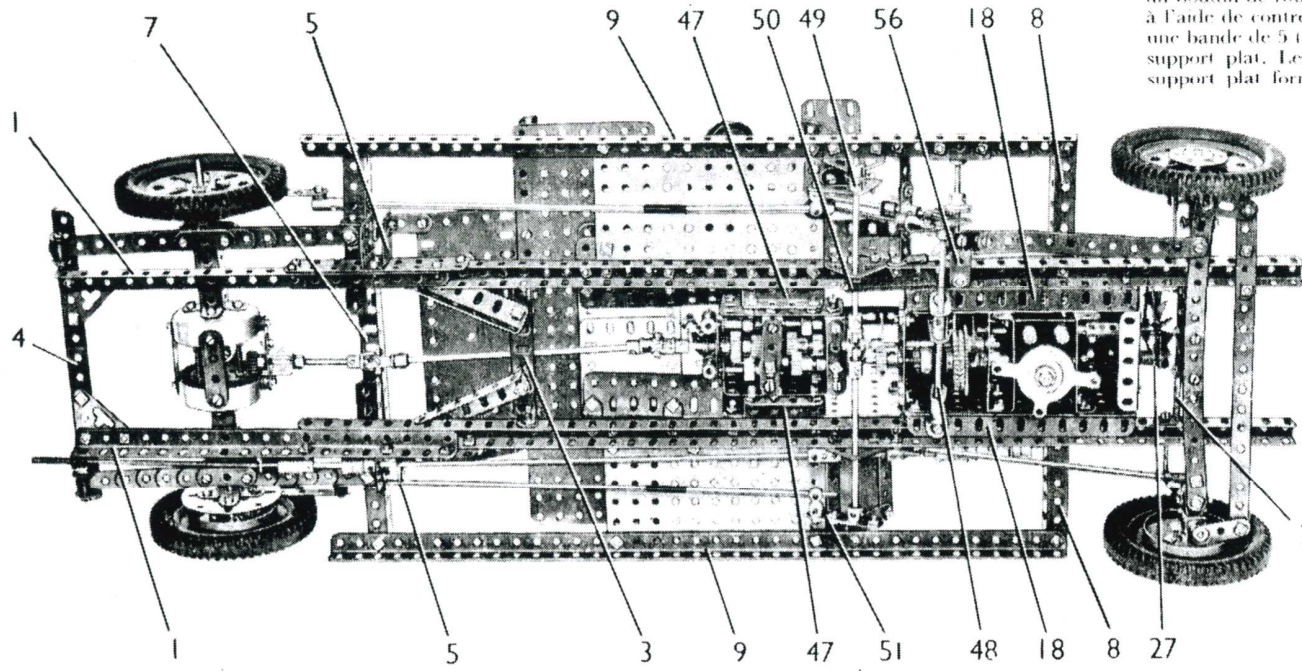
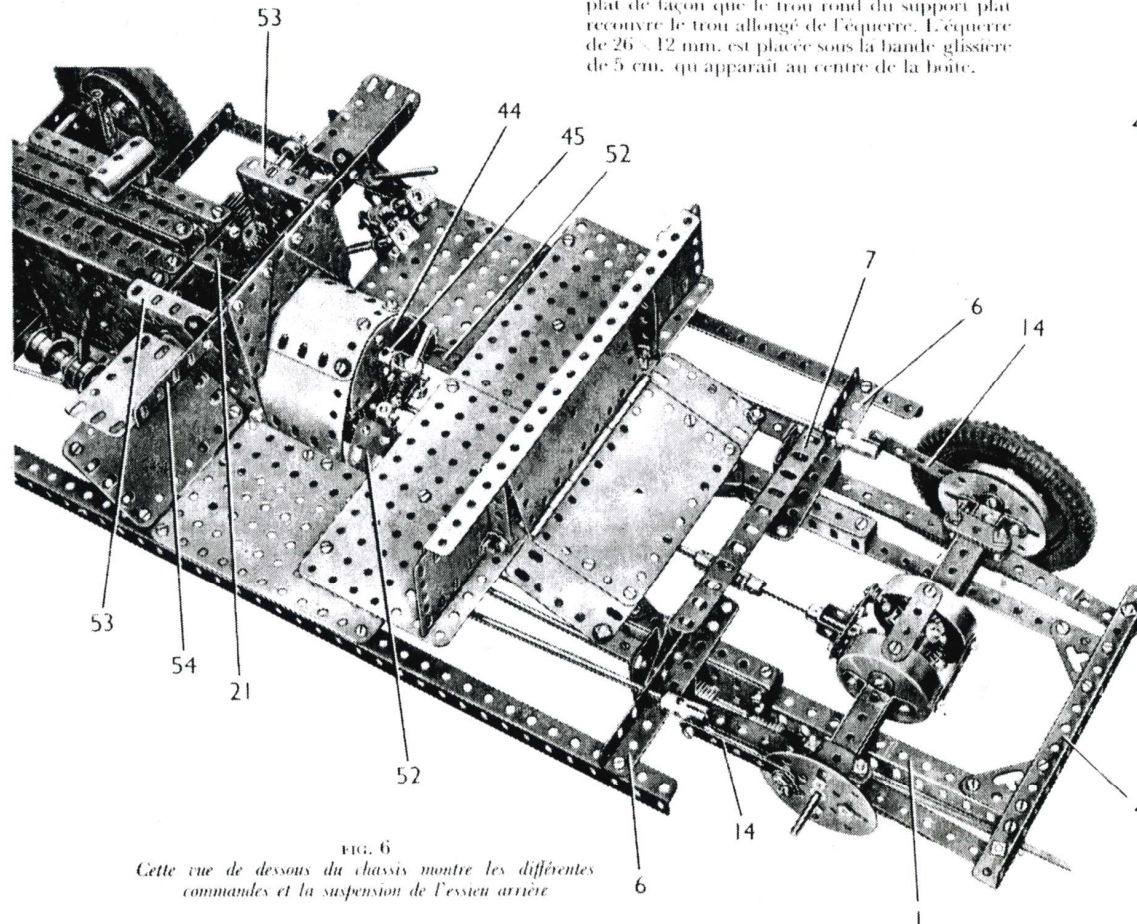

FIG. 2
FIG. 6
Construction du modèle: détails du châssis (Fig. 2 et 4)
Un support en "U" (5) est boulonné sur chacun des côtés du chassis, et il reçoit une cornière de 9 trous (6) qui porte un grand gousset d'assemblage. Les goussets d'assemblage sont réunis par une cornière de 11 trous (7) (Fig. 6). Une cornière de 7 trous (8) est fixée sur chacun des côtés du chassis, et des cornières de 37 trous (9) sont boulonnées aux extrémités des cornières (6) et (8). Une plaque sans rebords de 14 x 9 cm. est boulonnée entre le longeron du chassis et la cornière (9) de chaque côté (Fig. 2).
Chaque roue arrière est une poulie de 75 mm, sur laquelle est boulonné un boudin de roue qui forme le tambour de frein. Un support plat est fixé à l'aide de contre-écrous sur chaque plateau central de l'essieu arrière, et une bande de 5 trous (14) (Fig. 6) est fixée à l'aide de contre-écrous sur le support plat. Les écrous placés sur le boulon qui réunit la bande et le support plat forment le patin de frein, et la bande (14) permet de les appuyer contre le rebord intérieur de la jante du boudin de roue.
Chacun des ressorts arrière est formé par une bande de 15 trous, une de 11 trous, une de 9 trous, une de 7 trous, une de 5 trous et une de 3 trous réunies par deux boulons de 28 mm. Les boulons passent de chaque côté du pont au travers de trois bandes de trois trous placées face à face. Des écrous placés sur les boulons maintiennent les bandes de 3 trous et le pont contre le ressort (Fig. 6).
plaque sans rebords de 6×6 cm, une bande coudée de 90×12 mm, et une bande de 5 trous (20). Sur le dessus de moteur, deux cornières de 11 trous sont boulonnées, leurs petits rebords dirigés vers le haut, et sur l'une d'elles est fixée une bande de 11 trous grâce à des écrous. Une bande coudée de 115×12 mm, (21) (Fig. 6) est fixée à l'arrière du moteur, et une plaque à rebords de 6×4 cm, (22) est boulonnée entre les côtés.
Les bougies sont des boulons de 9,5 mm, réunis à un support de cheminée par quatre longueurs de corde élastique. La pipe d'échappement est constituée par deux ressorts boulonnés sur le moteur et coincés à leurs extrémités inférieures entre des roues à l'oulin de 19 mm, montées sur une tige filetée de 9 cm. Une extrémité de la tige filetée est fixée dans l'une des cornières (8) (Fig. 2) et sur l'autre est fixé un joint flexible grâce à un accouplement tarudé. Le joint flexible est réuni par un accouplement à une tringle de 29 cm, qui passe au travers de l'un des supports en "U" (5). Cette tringle porte deux vis sans fin dans l'une desquelles est fixé un collier tarudé à cheville qui tient une tige filetée de 15 cm. L'extrémité arrière de la tige filetée est fixée dans une équerre boulonnée sur la cornière (4).
Une équerre de 25 x 25 mm. est boulonnée au dessus et à l'extrémité arrière de la boîte de vitesses, et une cheville filetée passe au travers de cette équerre et d'une plaque semi circulaire (44) (Fig. 6). Un accouplement à cardan (45) est fixé sur la cheville filetée, et il tient une tringle de 6 cm. qui forme le levier de changement de vitesses. Un accouplement sur lequel deux supports plats (46) sont fixés par des boulons est bloqué à l'extrémité inférieure de la tringle de 6 cm. Les supports plats sont disposés chacun d'un côté des boulons vissés dans les accouplements (43). Le mouvement de chaque arbre sélecteur est limité par un boulon de 9,5 mm. tenu dans le dessus de la boîte de vitesses par deux écrous. Le corps de ce boulon appuie légèrement contre l'arbre sélecteur.
La boîte de vitesses est réunie par des boulons de 9,5 mm. à des équerres cornières (47) boulonnées sur le châssis (Fig. 2). Les côtés de la boîte de vitesses sont tenus écartés des équerres cornières par un écrou placé sur chaque boulon. Une roue de 57 dents montée sur l'arbre moteur est entraînée par un pignon de 19 dents monté sur la tringle (25), et l'entraînement de l'essieu arrière s'effectue grâce à une tringle de 16,5 cm. et à deux accouplements universels.
L'embrayage et les freins (Fig. 2, 5 et 8)
La pédale de frein est une bague d'arrêt à glissière montée sur une tringle de 5 cm. qui passe dans une équerre à 135° boulonnée sur une plaque triangulaire de 25 mm. fixée sur la plaque sans rebords de 14 x 9 cm. Deux ressorts de compression sont placés sur la tringle entre la bague d'arrêt et l'équerre à 135°. Une chape d'articulation de 2 mm. fixée à l'extrémité inférieure de la tringle de 5 cm. est articulée à l'aide de contre écrous sur un levier d'angle (49) (Fig. 2) monté sur un axe. Cet axe est constitué par deux tringles de 11,5 cm. dont chacune porte une petite chape d'articulation, et ces chapes sont boulonnées ensemble par leurs machoires. L'axe passe dans des
en embases triangulées plates boulonnées sur le châssis, et dans une bande de 3 trous fixée sur une embase triangulée coudée boulonnée sur l'une des cornières (9). L'axe est tenu en place par une bague d'arrêt, et en plus du levier d'angle (49) il porte la moitié d'un embrayage (50) et une bande de 4 trous (51) localisée sur un bras de manivelle double. Des supports de rampes avec colliers pivotent sur des boulons qui passent au travers du levier d'angle et de la bande (51), et chaque support est réuni par une tringle à un accouplement pour bandes qui pivote sur un boulon dans l'une des bandes (14) (Fig. 6). Ces tringles sont constituées chacune par une tringle de 10 cm. et une de 20 cm. réunies par un raccord de tringles. Un ressort est fixé par un boulon sur la moitié de l'embrayage (50) et est glissé sur l'arbre d'embrayage (43).
Dessus de la boîte de vitesses, tableau de bord et siège avant (Fig. 6)
Le tube de direction est une tringle de 16,5 cm, qui passe dans une équerre boulonnée sur la cornière (54) (Fig. 6), dans un cavalier et dans un bras de manivelle double fixé sur une bande coudée de 75×38 mm. La bande coudée est boulonnée sur l'une des plaques à rebords (53) et sur une équerre d'assemblage tenue par une cornière de 4 trous et sur l'une des cornières (9).